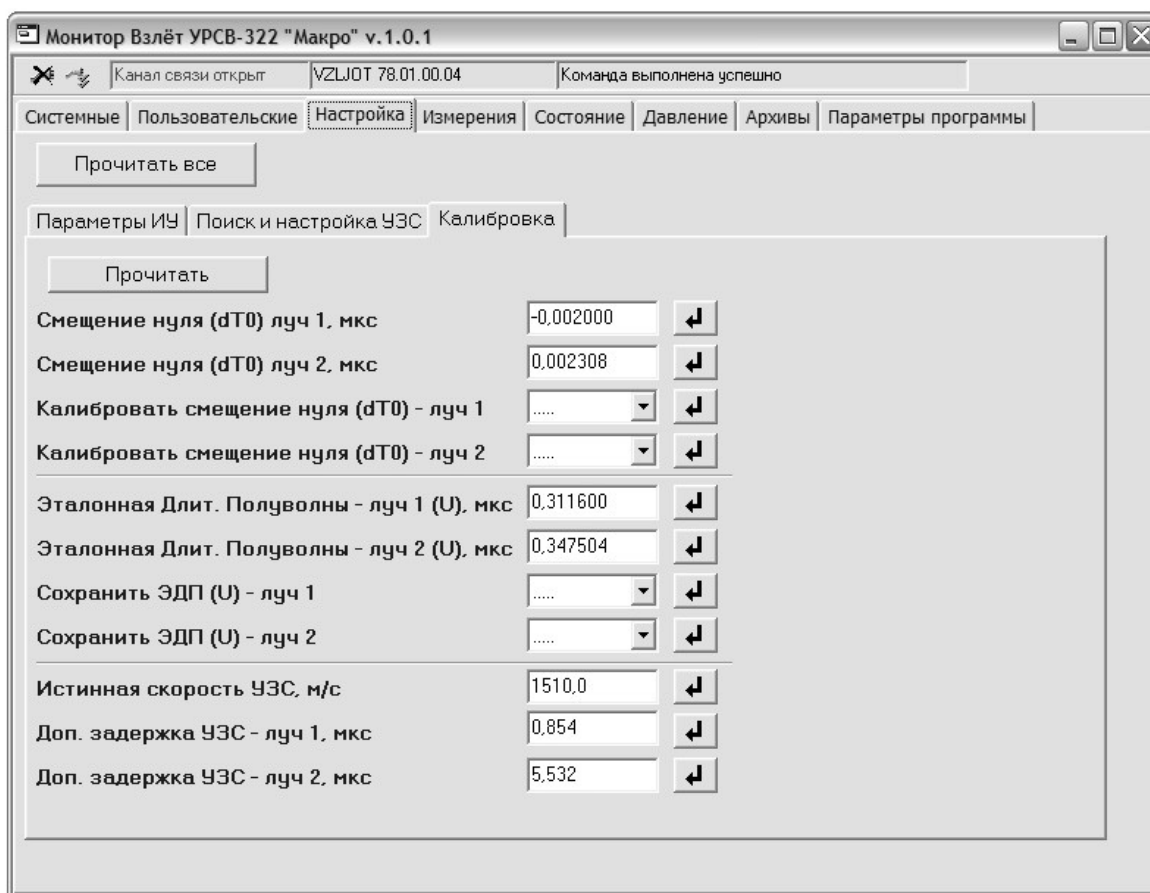

Рис.11. Окно вкладок «Настройка / Калибровка».
3.1.8. Щелкнуть мышкой по вкладке **Калибровка**. На дисплее ПК отобразится окно, показанное на рис.11.